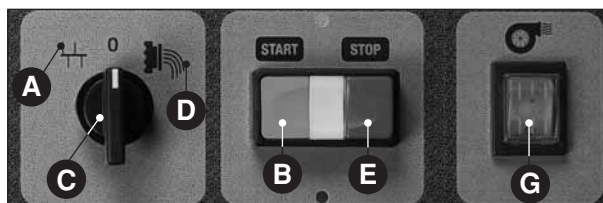

Fig. 11 - Panneau TR 75/E
Si le produit est plutôt humide et tend à coller, ou si l'on désire de toute manière le sécher en surface, mettre en marche le ventilateur prévu à cet effet en actionnant l'interrupteur (Fig. 11 G seulement pour 75/E).
- arrêter la machine en mettant le sélecteur sur la position "0" (Fig. 11 C) puis le tourner sur la position de pétrissage **III** (Fig. 11 A) pendant 10 à 15 secondes de manière à éliminer la pression sur la filière, due au produit;
- remettre enfin le sélecteur sur le "0" (Fig. 11 C);
- Qu'en position "0" (Fig. 11 C) tous les organes de la machine sont immobiles; pour le modèle TR 75/E, en position "filière" (Fig. 11 D) le malaxeur tourne dans le sens des aiguilles d'une montre et la vis de sélection doit tourner dans le même sens (vérifier à travers les fentes du couvercle); en revanche pour le modèle TR 70, en position "filière" (Fig. 11 D) le malaxeur tourne dans le sens inverse des aiguilles d'une montre et la vis de sélection doit tourner dans le sens inverse; en position "malaxeur" (Fig. 11 A) les organes doivent tourner dans le sens inverse.